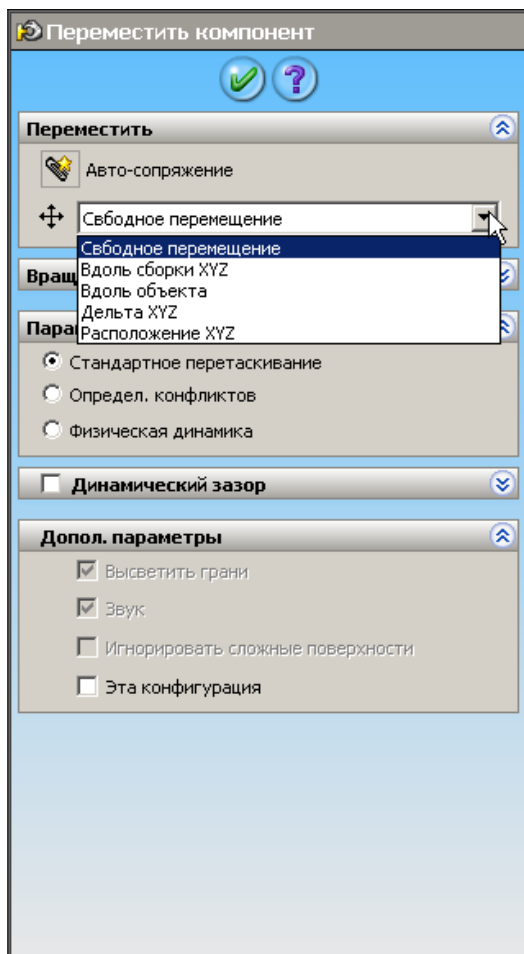

Рис. 4.8. Варианты списка Переместить
3. Выберите элемент из списка **Переместить** (рис. 4.8), чтобы передвинуть компонент одним из следующих способов: